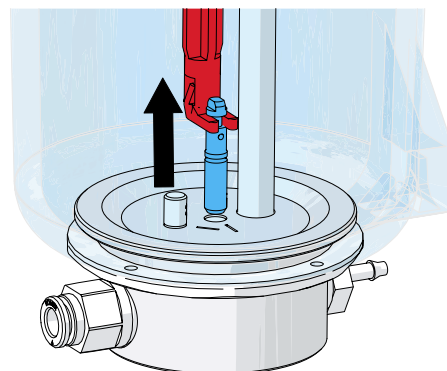

рис. 12
- ⇒ Дозирующее сопло вытянуть с помощью инструмента (рис. 12).